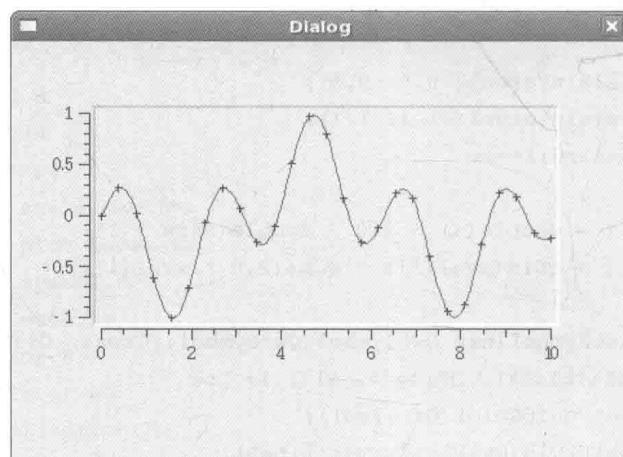
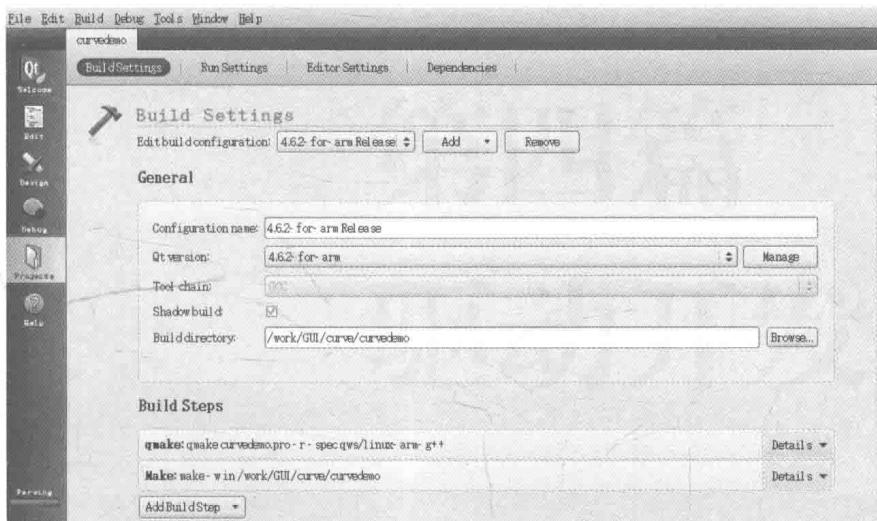

图 9-20 X86 平台运行结果
图 9-21 Qt Creator 安装
(7) X86 平台运行结果, 如图 9-20 所示。
(8) 我们设置 ARM 平台下面编译工具链, 如图 9-21 所示, 编译运行后复制至根文件系统目录下, 然后运行./curvedemo -qws, 会得到如图 9-20 所示的同样结果。